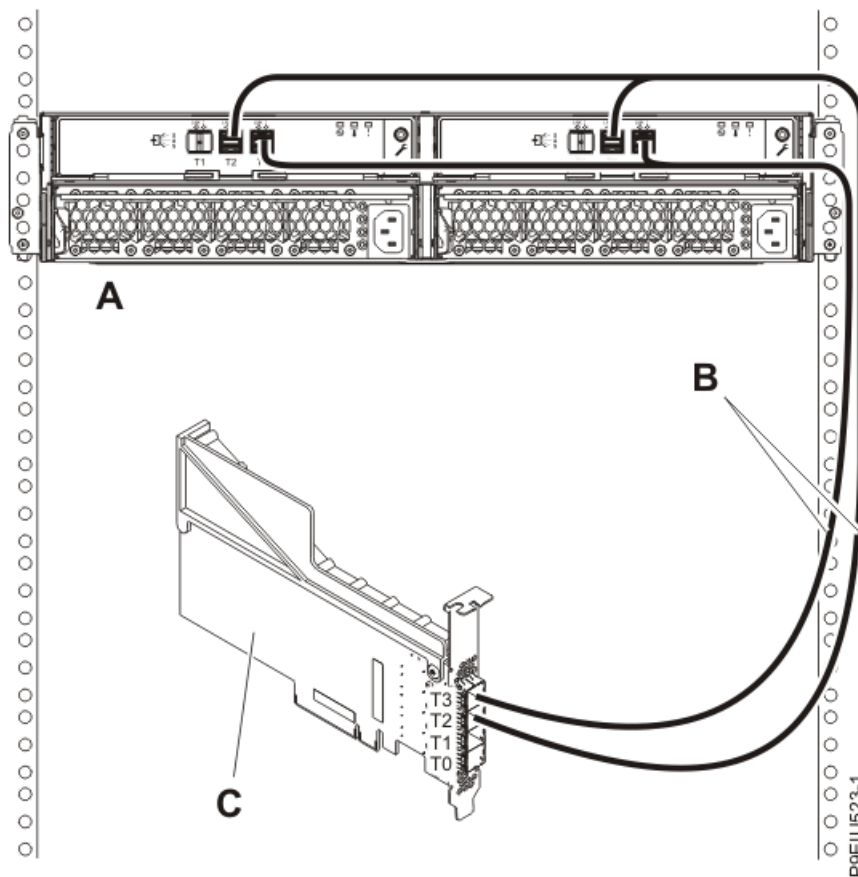

図 19. 2 本の Y012 ケーブルを使用した、9040-MR9 システム内の PCIe スロット C12 にある FC EJ0K SAS アダプターへの 1 台の ESLL ストレージ・エンクロージャーまたは ESLS ストレージ・エンクロージャー のモード 2 接続
19. 25 ページの図 19 に示すように、2 本の YO12 ケーブル (B) を使用した、9040-MR9 システム内の PCIe スロット C12 にある FC EJ0K アダプター (C) への 1 台のエンクロージャー (A) のモード 2 接続を行います。次に、30 ページの『ケーブルと電源コードの接続およびカバーの取り付け』に進みます。